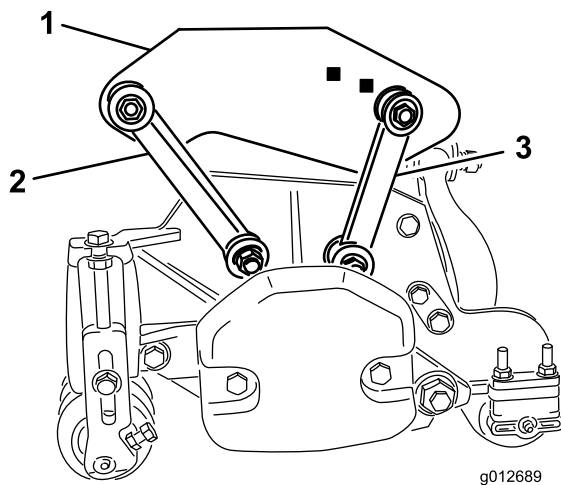

图19
- 如图19所示，用螺栓（3/8 x 2-1/4 英寸）、2个平垫圈和1个锁紧螺母将前安装连杆固定到承载架孔中。安装时，将垫圈放到连杆的两侧。上紧紧固件扭矩至 42N·m。
- 如图19所示，用螺栓（3/8 x 2-1/4 英寸）、2个平垫圈和1个锁紧螺母将后安装连杆固定到后承载架孔中。安装时，将垫圈放到连杆的两侧。上紧紧固件扭矩至 42N·m。